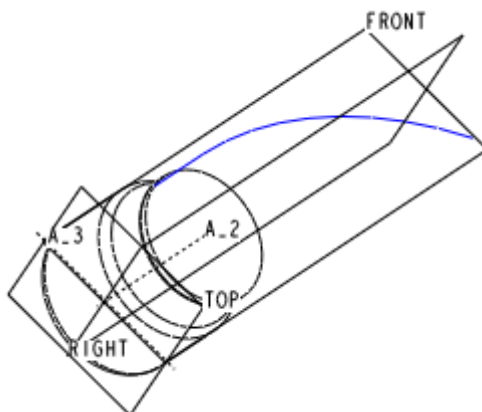

图 40-7
(1) 首先建立一基准轴。按下 CTRL 键，分别选中 TOP、FRONT 基准面，单击特征工具栏中的 ，创建一基准轴 A\_3 如图 40-7 所示。